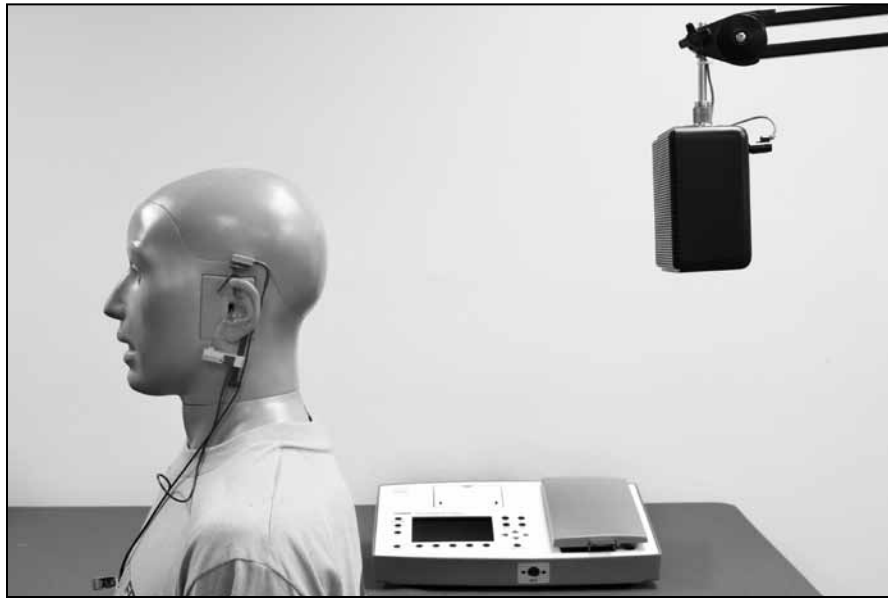

Figure 5.4.5A—L'organisation “Inversée” avec appareils directionnels.
8. Tournez votre patient pour que le revers de sa tête fasse face au haut-parleur. Voir la figure 5.4.5A. Alternativement, si vous utilisez un haut-parleur externe sur un bras articulé (optionnel), vous pouvez faire tourner le haut-parleur autour du patient.